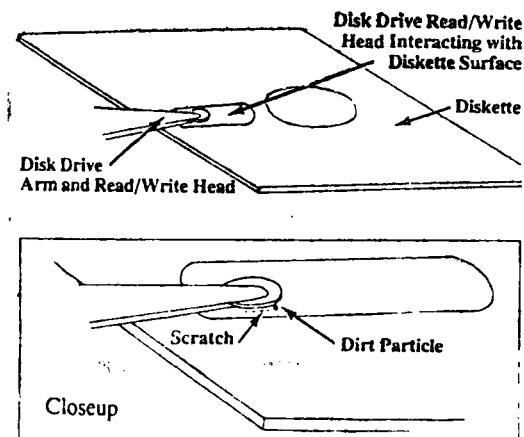

图3.5 盘表面的污物造成的影响
1. 预防物理性损坏 软盘很多故障是由于污物灰尘、滑脂等物积累在盘面上造成。如图3.5所示，当污物留在软盘表面时，读写磁头就会把污物质与软盘刮擦，使软盘的涂层脱落，从而失效。虽然软盘外面几乎用一外套完全罩住，但读写存取孔和中央衬套孔仍然会暴露盘面，因而易受损伤。因此所有软盘都应存放于单独的保护纸封内，这在购买时一般都已带有。千万别用手、金属或尖物接触软盘面并且不要弯曲或折叠它。